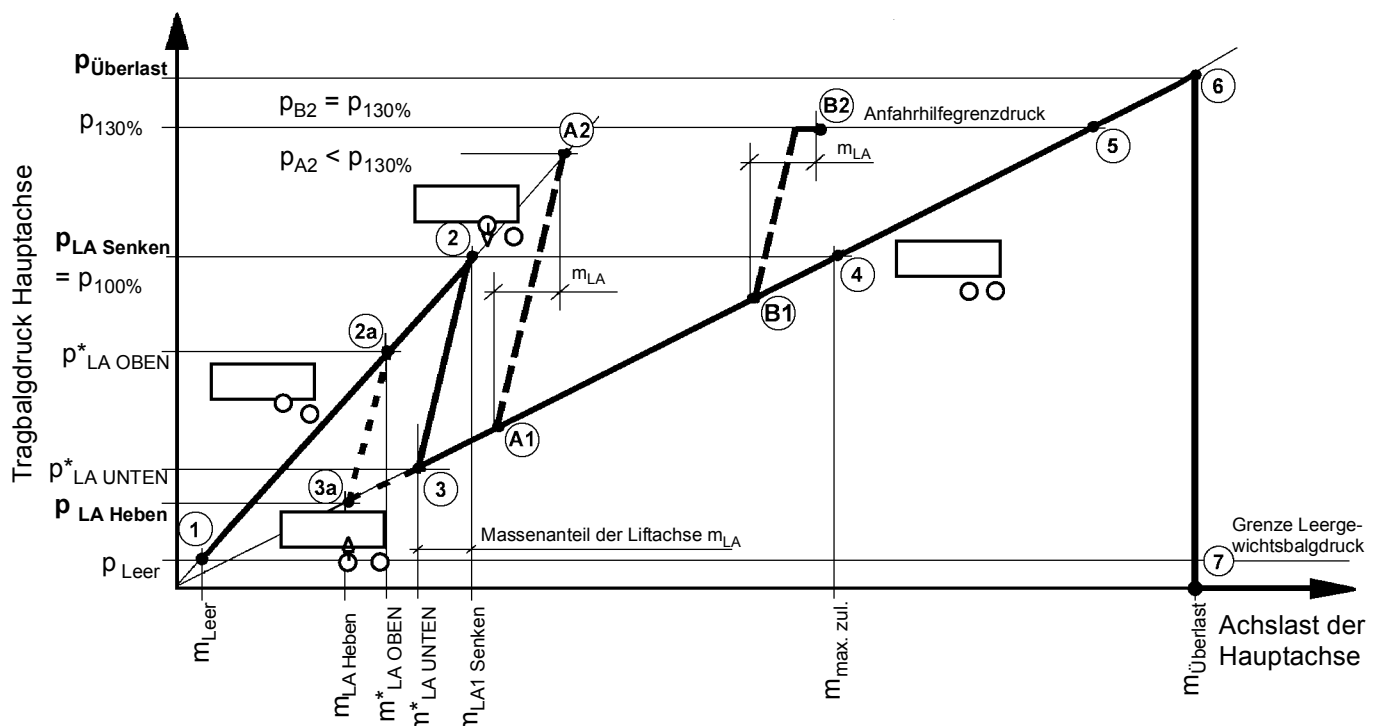

Abb. 3 Liftachsfunktionsdarstellung bei Anhängergefahrzeu- gen mit einer Liftachse
Abb. 3 zeigt den Verlauf des Tragbalgdruckes (dicke Linie) in der Hauptachse des Anhängers in Abhängigkeit von der Anhängerbeladung. Bei der Be- bzw. Entladung werden auf dieser Linie verschiedene markante Punkte durchfahren. Die Drücke im Tragbalg der Hauptachse an diesen Punkten müssen dem ECAS-System teilweise beim Parametrieren vorgegeben werden. Teilweise er-
Für die folgende Erläuterung gehen Sie davon aus, dass ein Tanklastaufleger bzw. -anhänger kontinuierlich mit Flüssigkeit gefüllt bzw. entleert wird (↓ Abb. 3).
Diese Einstelldrücke sind in Abb. 3 hervorgehoben.
Die Anfahrhilfsfunktion ist nur möglich, wenn sich der Tragbalgdruck in Abb. 3 zwischen ③a und ⑥ zuordnen lässt. Was bedeutet, dass sich die Liftachse auf dem Boden befinden muss. Die Beschreibung ist an den Forderungen der EG-Richtlinie 97/27/EG (EG 97/27) ausgerichtet.
Abb. 3 zeigt an 2 Beispielen, beginnend bei ① und ②, wie die Anfahrhilfe nach der Aktivierung der verschiedenen Beladungszuständen wirkt.